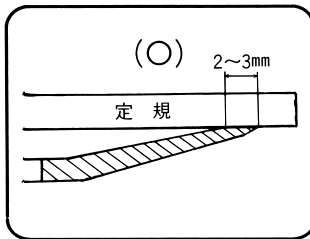

図 20
(1) 冷凍肉をスライスする場合は、刃先を(図 20)のように研磨します。